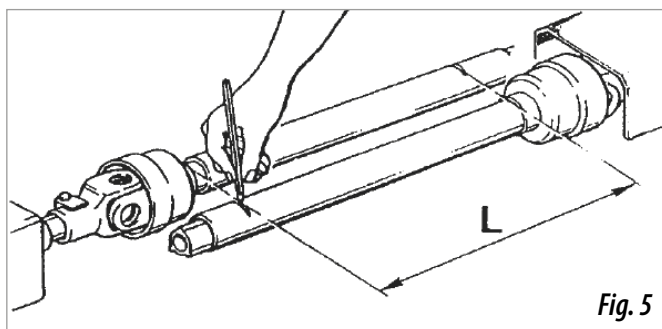

Fig. 5
1. Desmontar e introducir un extremo en la toma de potencia del tractor y el otro en la abonadora. Buscar la longitud mínima de desplazamiento "L" (Fig. 5), levantando y bajando el elevador hidráulico.